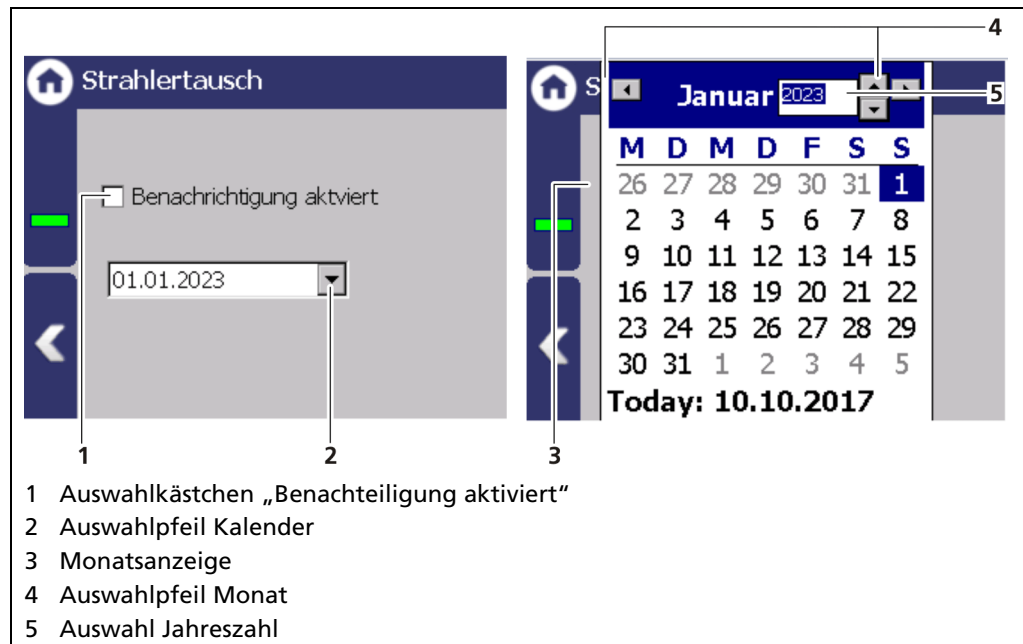

Abb. 108 Strahlertausch
1. Aktivieren Sie das Auswahlkästchen (Abb. 108, Pos.1).
2. Klicken Sie auf den Auswahlpfeil (Abb. 108, Pos. 2), um das Datum einzustellen.
3. Klicken Sie auf das Jahr (Abb. 108, Pos.3) um mit den Pfeiltasten das Jahr auszuwählen.